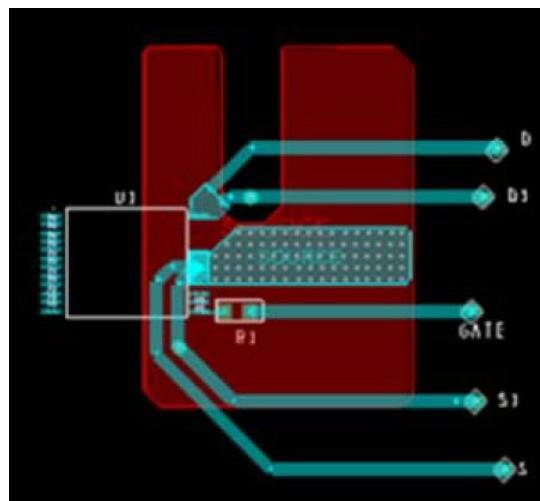

图40. PowiGaN器件（INN3378C、INN3379C和INN3370C）的热阻测试条件
在自定义的热测试PCB上执行测试，如图40所示。测试板由两层2盎司铜箔区域组成，InSOP封装安装在顶面，并连接到550 mm²底层铜箔散热区域。
4. 请参见图40。